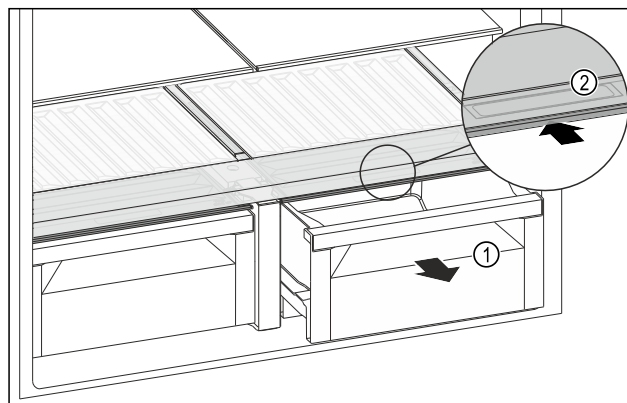

Fig. 128
- Wyciągnąć szufladę Fig. 128 (1).
- Chwycić uchwyt wpuszczany Fig. 128 (2) na pokrywie komory i przesunąć pokrywę jednocześnie do tyłu.